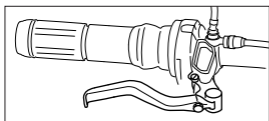

Fig. 12
- den Hebel anziehen und ihn auf der Lenkstange mittels eines Gummiringes wie in Fig. 12 angezeigt, befestigen.
Vor dem Abnehmen der Spritze muß der Hebel der Pumpe befreit werden, der vorher blockiert worden war (Fig. 12). Die Ölmenge in der Membran kontrollieren, die im Inneren der Pumpe ist, und falls notwendig, leicht auf den Spritzenkolben drücken, bis die Membran aufgefüllt ist. Achtung, ein zu starker Druck könnte die Membran beschädigen.